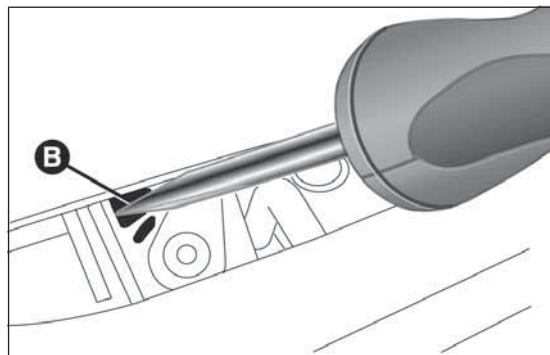

fig. 82
- ☐ introdurre successivamente il cacciavite nella sede B fig. 82 in modo da far scattare la linguetta di sblocco del bagagliaio.